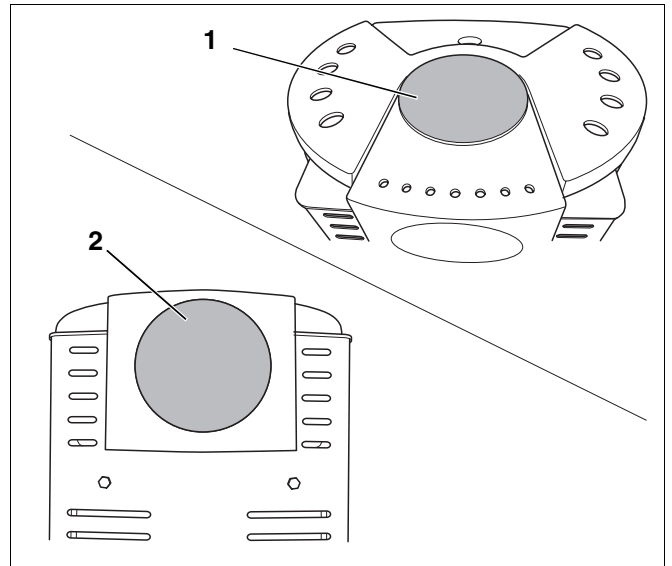

Abb. 9 Abgasanschlüsse
- Abgasanschluss Oberseite, über die obere Abgasöffnung nach oben (Abb. 9, **Pos. 1**).
- Abgasanschluss Rückseite, über die rückseitige Abgasöffnung nach hinten (Abb. 9, **Pos. 2**). Hierzu benötigen Sie zusätzlich einen 90°-Abgasstutzen (Zubehör).
- Abdeckplatte vom Abgasanschluss Oberseite (Abb. 9, **Pos. 1**) abnehmen.
- Abdeckplatte (Abb. 9, **Pos. 1**) wieder auf den Abgasanschluss Oberseite legen.